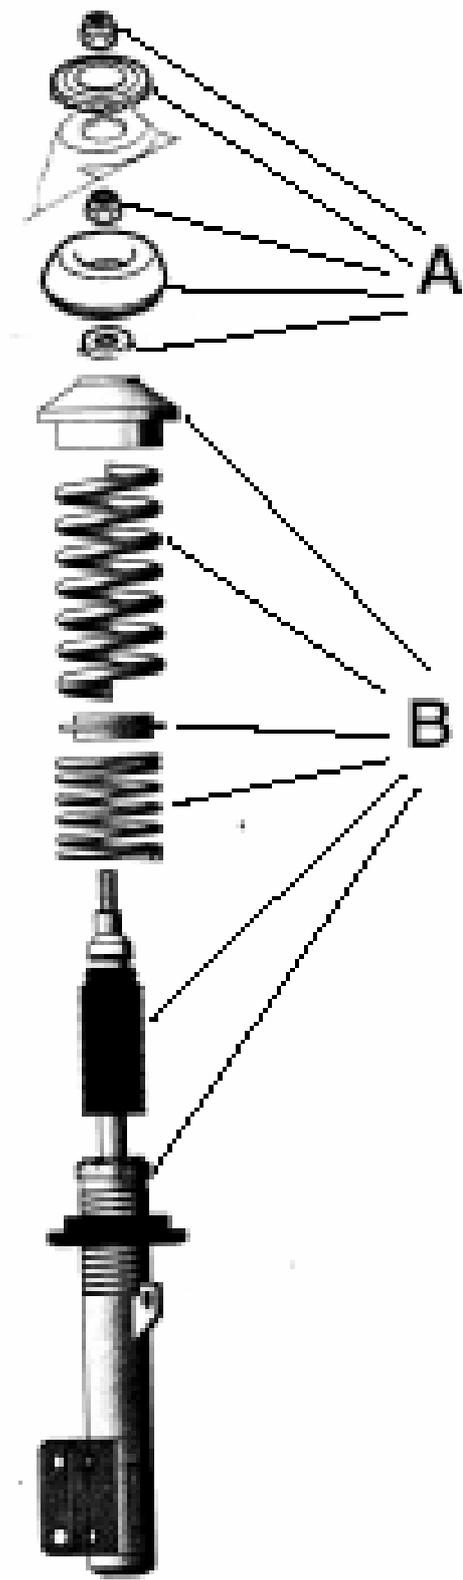

Afbeelding 1
- Veer met een special daarvoor bedoelde veerspanner dusdanig inspannen dat er geen veerkracht meer op het bovenlager drukt.(zie afb.1)
Centrale borgmoer aan bovenzijde schokdemper onder geen beding losdraaien als veer niet met speciaal gereedschap is ingespannen. Afb. 1
- Never remove self-locking we the spring has tension on top plate.(**fig.1**)
Never remove the self-locking nut on top of the shock-absorber when spring tension is still on always use a special tool as shown in figure 1.
- Feder mit geeignetem Federspanner vorspannen, zentrale Sicherungsmutter lösen und Federteller inklusive Lager demontieren.**(Bild 1)**